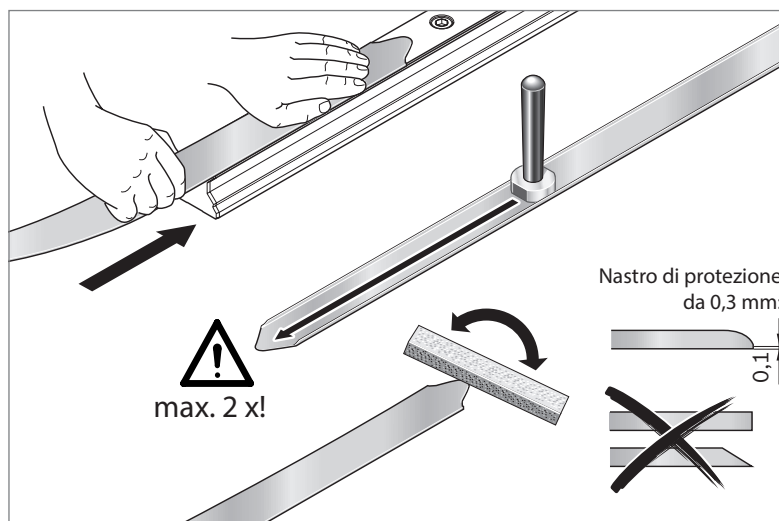

Fig. 49: Verifica della parte scorrevole
- ▶ Prima di far scorrere il nastro fare attenzione che la linguetta del nastro sia leggermente inclinata verso il basso, affinché non offra resistenza spingendola sotto i labbri delle guarnizioni. ➡ Fig. 49